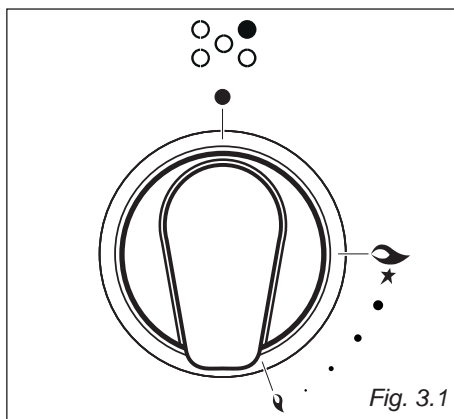

Fig. 3.1
- Sganciare il coperchio della morsettieria inserendo un cacciavite nei due agganci "A" (fig. 3.1).
L'afflusso del gas ai bruciatori è regolato da un rubinetto valvolato comandato dalla manopola di fig. 3.1.
- √ L'accensione elettrica è incorporata nelle manopole dei bruciatori e si identifica per il simbolo  vicino al simbolo  (fig. 3.1).